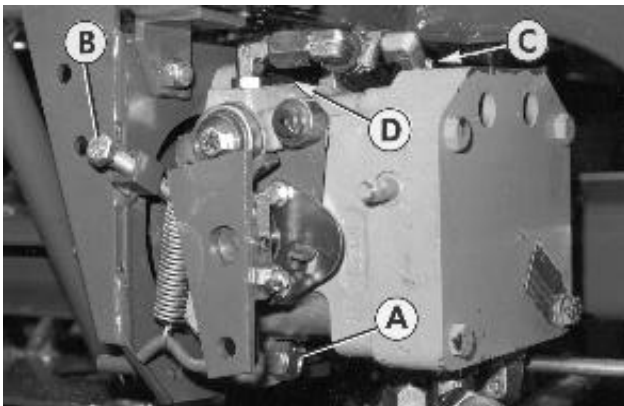

Fig.28
**Hydraulic Pump Drive Belt (Fig.28)**
### **Aandrijfsnaar van Hydraulische Pomp (Afb. 28)**